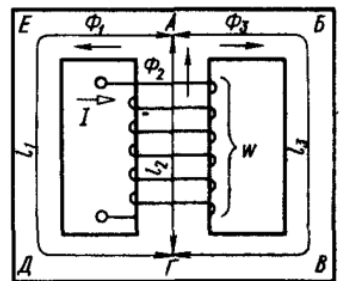

Рис.12
2. В разветвленной магнитной цепи (рис.12), выполненной из электротехнической стали, известны длины участков $l_1=25$ см, $l_2=12,5$ см, поперечные сечения $S_1=S_2= 10$ см² и магнитная индукция третьего стержня $B_3=1,4$ Тл. Определить магнитный поток и индукцию среднего стержня.